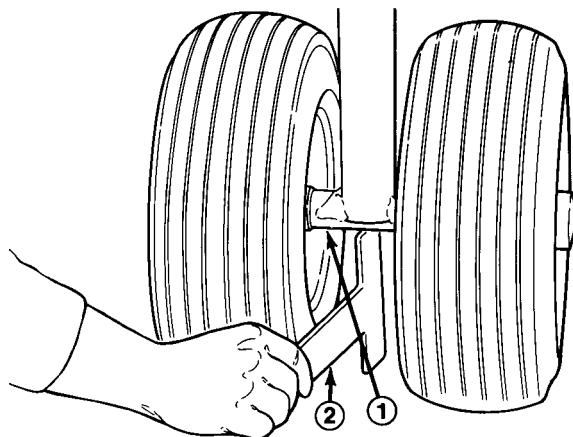

Bild 12
2. Die kurze Seite der Rahmenhöhenmesslehre unter die Vorderachse schieben, um die Höhe nachzuprüfen. Die Messlehre sollte die Achse berühren, wenn sie auf dem Boden steht. Beide Seiten kontrollieren (Bild 12).